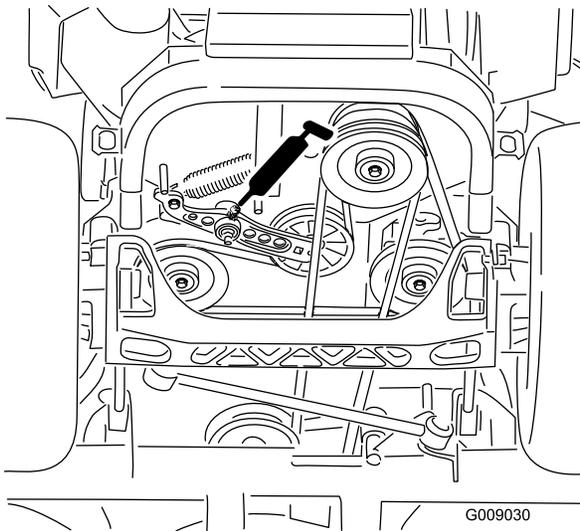

**Figura 51**
3. Engrase el pivote de la polea tensora de la carcasa del cortacésped hasta que salga grasa por el extremo inferior (Figura 50 o Figura 51).